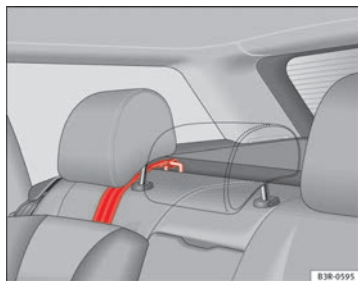

Abb. 35 Befestigungsgurt: korrekte Einstellung und korrekter Einbau
- Führen Sie den Befestigungsgurt des Top Tether unter der Rückkopfstütze hindurch ⇒ Abb. 35 (dazu ggf. die Kopfstütze nach oben verstellen).